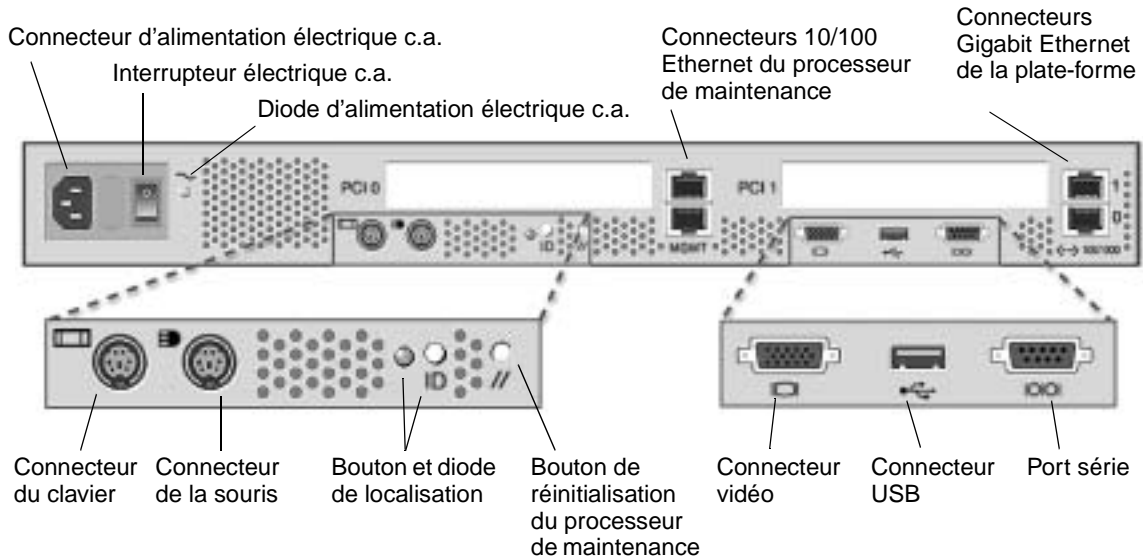
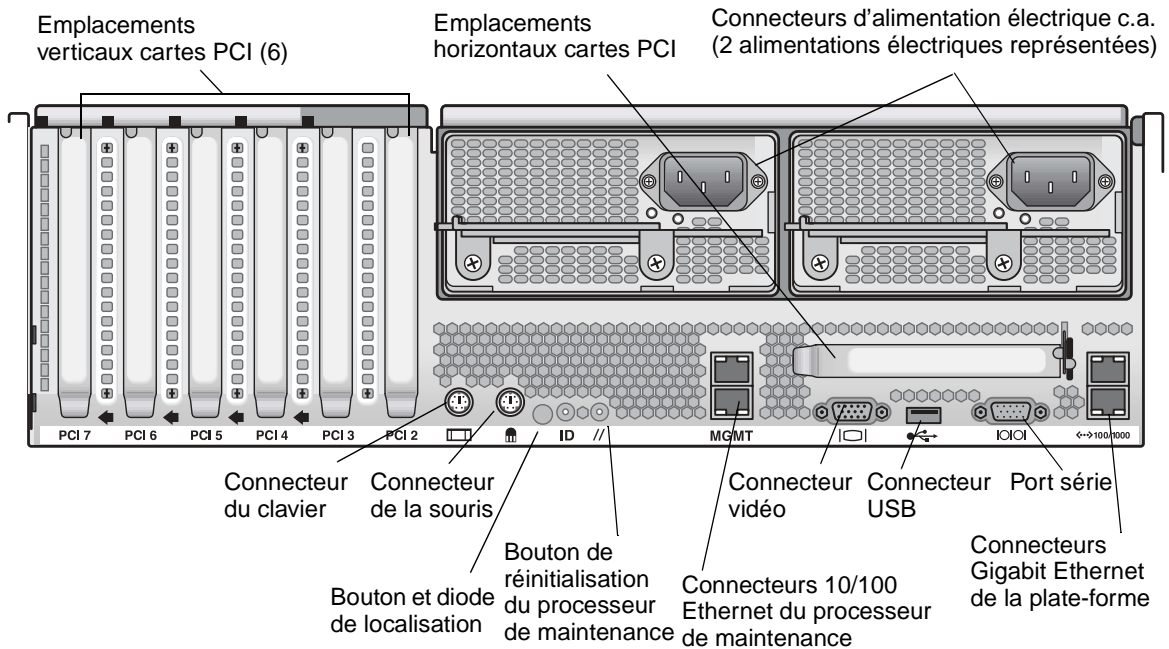

FIGURE 1-8 Panneau arrière du serveur Sun Fire V20z
FIGURE 1-9 Panneau arrière du serveur Sun Fire V40z
4. Connectez les périphériques. Reportez-vous à la FIGURE 1-8 de ce guide qui indique l'emplacement des ports sur le panneau arrière du serveur.
Connectez les câbles à l'arrière du serveur comme indiqué ci-dessous. Reportez-vous à la FIGURE 1-8 ou la FIGURE 1-9 pour déterminer l'emplacement des ports sur le serveur.
2. Vérifiez qu'un cordon d'alimentation électrique c.a. mis à la terre est connecté à tous les connecteurs d'alimentation électrique c.a. à l'arrière du serveur et dans les prises secteur c.a. Reportez-vous à la FIGURE 1-8 ou la FIGURE 1-9 pour déterminer l'emplacement des connecteurs.
- a. Basculez le commutateur c.a. situé sur le panneau arrière du serveur (voir FIGURE 1-8).